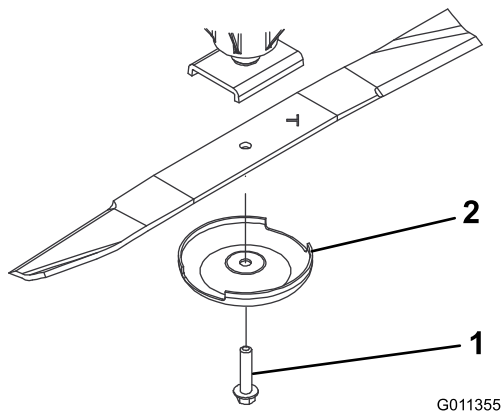

Figura 14
2. Fixe a extremidade da lâmina utilizando um pedaço de tecido ou uma luva grossa. Retire o parafuso da lâmina, o recipiente anti-danos e a lâmina do eixo (Figura 14).
3. Instale a lâmina, com a aba voltada para a plataforma de corte, com o dispositivo anti-danos e o parafuso da lâmina (Figura 14). Aperte o parafuso da lâmina com 115 a 149 Nm.